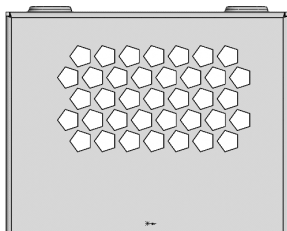

图 14-38 填充阵列特征 2
22) 单击【特征】工具栏中的（填充阵列）按钮，【属性管理器】中弹出【填充阵列】属性设置。在【填充边界】选项组中，设置（选择面）为草图 11；在【阵列布局】选项组中单击（穿孔）按钮，并设置（实例间距）为 8.68650308mm，（交错断续角度）为 60.00 度，（边距）为 0.00mm，（阵列方向）为直线 1@草图 11；在【要阵列的特征】选项组中，选择【生成源切】，选择形状为（多边形），单击（确定）按钮，生成填充阵列特征，如图 14-38 所示。